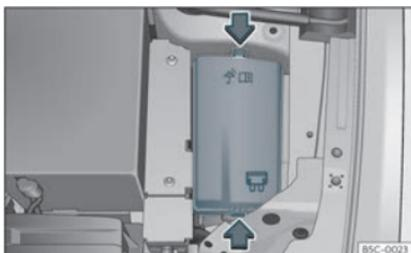

Fig. 48 Dans le compartiment-moteur : cache du boîtier de fusibles.
- Appuyez sur les languettes de verrouillage pour déverrouiller le cache de la boîte à fusibles » fig. 48 .